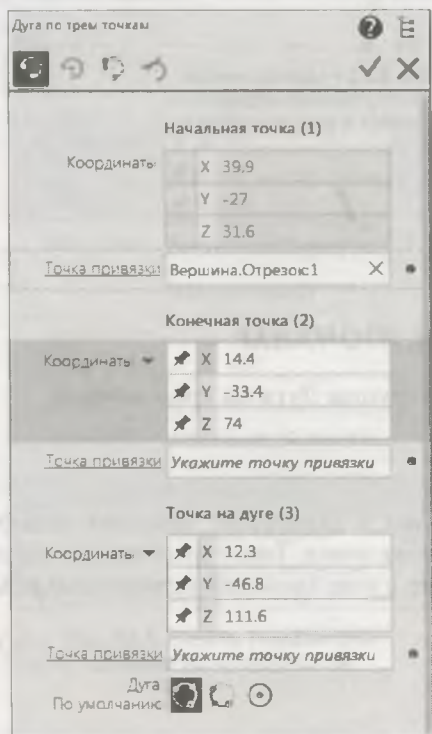

Рис. 22.4. Панель Параметры:
♦ вызовите команду *Дуга по трем точкам*. На панели *Параметры* (рис. 22.4) в *Заголовке* имеются все команды построения. Для построения дуги на панели *Параметры* задайте начальную, конечную и промежуточную точки с помощью групп элементов *Начальная точка* (1), *Конечная точка* (2) и *Точка на дуге* (3) так же, как вы создавали отрезок по координатам. Обратите внимание на группу *Дуга*, позволяющую выбрать вариант построения дуги: